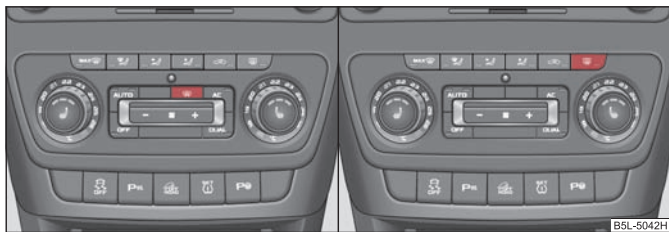

Fig. 48 Comutator pentru încălzirea parbrizului / Comutator pentru încălzirea lunetei
- Încălzirea parbrizului poate fi pornită sau oprită prin apăsarea comutatorului  ⇒ fig. 48 - stânga, lampa de control din comutator se aprinde sau se stinge.
- Încălzirea lunetei poate fi pornită sau oprită prin apăsarea comutatorului  ⇒ fig. 48 - dreapta, lampa de control din comutator se aprinde sau se stinge.